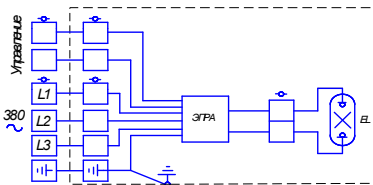

Рис. 2
8.1 Закрепить светильник за узел подвеса (1), установить защитный козырек (2) на скобу корпуса светильника (3), при этом винт (4) на козырьке вывернуть на ¼, завести защитный козырек под скобу и закрепить винтом. Произвести коммутацию питания сети и шину управления (полярность не регламентируется) со светильником при помощи соединительных клемм (см. рис.2), вернуть лампу и отрегулировать направление светового потока на освещаемую поверхность согласно инструкции по эксплуатации лампы Reflux